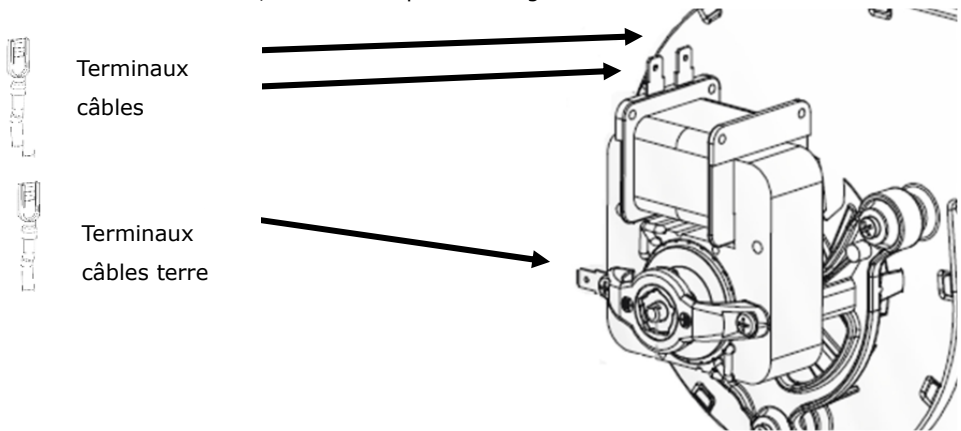

Figure 78 – Connexion câblage au ventilateur
k) Pour effectuer les connexions électriques, connectez premièrement le câble de terre à la machine. Pour ce faire, posez l'une des extrémités sur l'orifice existant à la base de l'équipement. Serrez le câble au fond à l'aide de la vis C, de l'écrou et de la bague, comme indiqué sur la Figure 78-b.